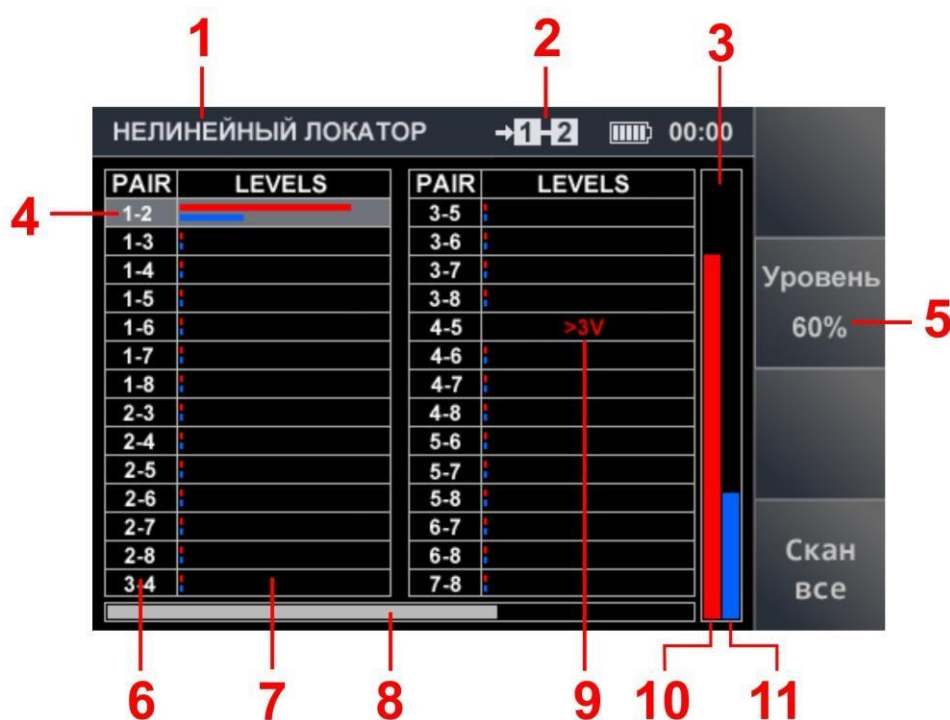

Рис.50
Если на паре присутствует напряжение более ± 3 В, ее проверка с помощью нелинейного локатора невозможна. На индикаторе пары (рис.50, п.2) появится надпись «OVER». Для проведения проверки такой кабель необходимо обесточить.
Цифрами на рис.50 обозначено:
- С помощью кнопок  установить значение усиления в % (20, 40, 60, 80, 100), которое отображается на индикаторе (п.5, рис.50);